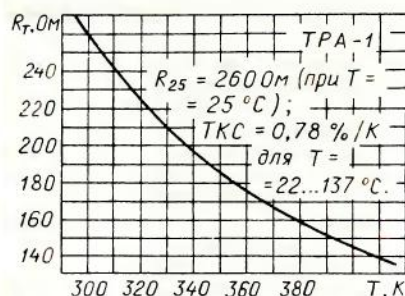

Рис. 2
На рис. 2 показана кривая, построенная по ф-ле (1) для терморезистора TPA-1 сопротивлением 260 Ом при